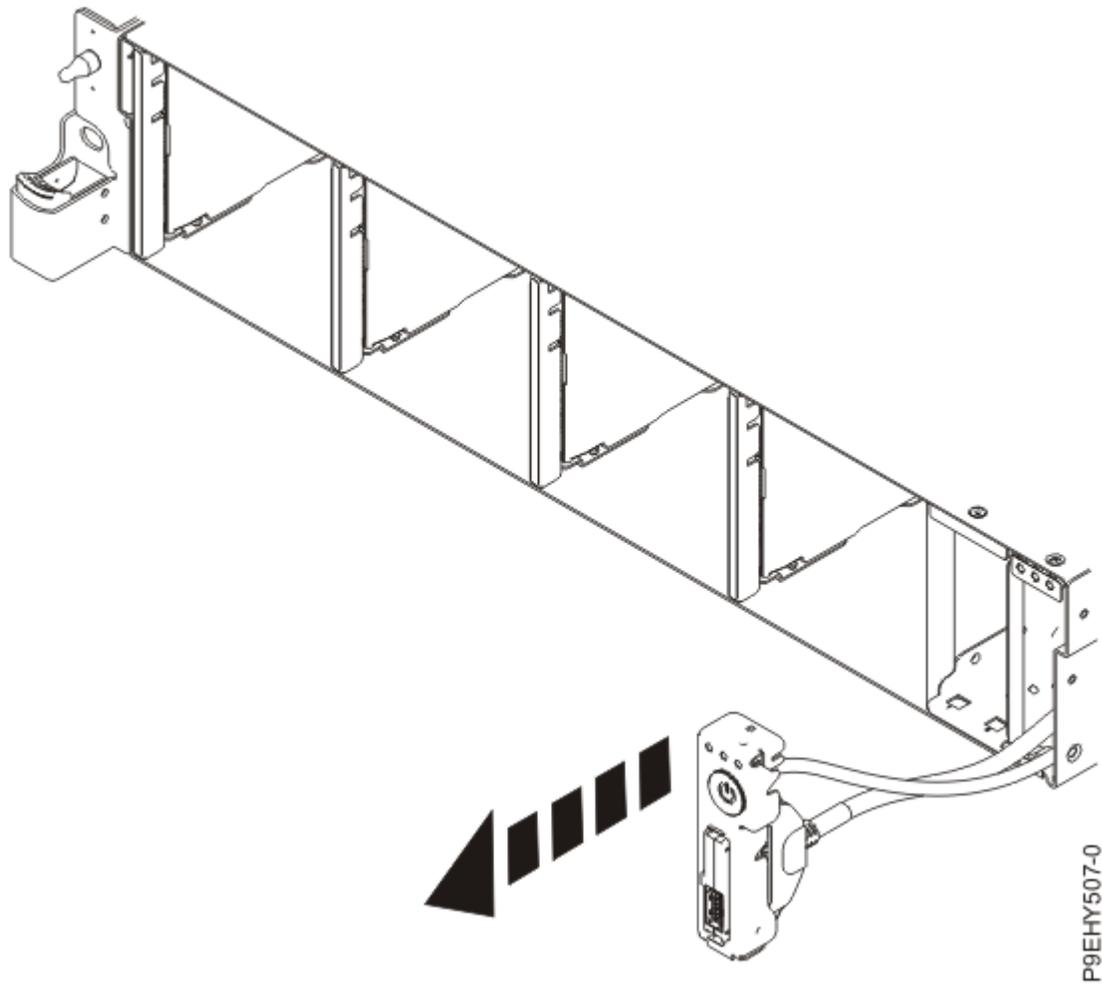

Figure 39. Extraction de l'ensemble interrupteur d'alimentation et cordon
9. Retirez l'interrupteur d'alimentation du système, comme illustré dans la Figure 39, à la page 58.